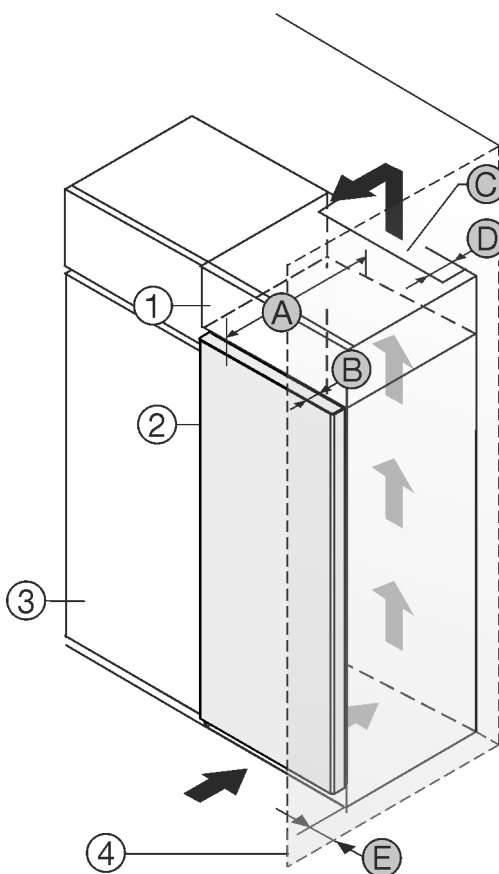

Fig. 1
- (1) Nadstavňová skrinka*
- (2) Zariadenie*
- (3) Kuchynská skriňa*
- (4) Stena*
- (A) Hĺbka zariadenia*
- (B) Hĺbka dvier*
- (C) Prierez vetracieho otvoru*
- (D) Vzďialenosť zadnej strany zariadenia*
- (E) Vzďialenosť od boku zariadenia*
Zariadenie môžete inštalovať priamo vedľa kuchynskej skrine Fig. 1 (3)*
Na zadnej strane nadstavnej skrine musí byť vetracia šachta s hĺbkou *Fig. 1 (D)* cez celú šírku nadstavnej skrine.*
Pod stropom miestnosti sa musí dodržať prierez vetracieho otvoru *Fig. 1 (C)*.*
Ak zariadenie nainštalujete so závesmi vedľa steny *Fig. 1 (4)*, tak vzdialenosť medzi zariadením a stenou musí byť minimálne 13 mm.*
Ak zariadenie nainštalujete so závesmi vedľa steny *Fig. 1 (4)*, tak vzdialenosť medzi zariadením a stenou musí byť minimálne 20 mm.*
Aby ste mohli dvere úplne otvoriť, zariadenie musí vyčnievať o hĺbku dverí *Fig. 1 (B)* prednej časti kuchynskej skrine. V závislosti od hĺbky kuchynských skriň *Fig. 1 (3)* a použitia dištančných držiakov na stenu môže zariadenie prečnievať ešte viac.*